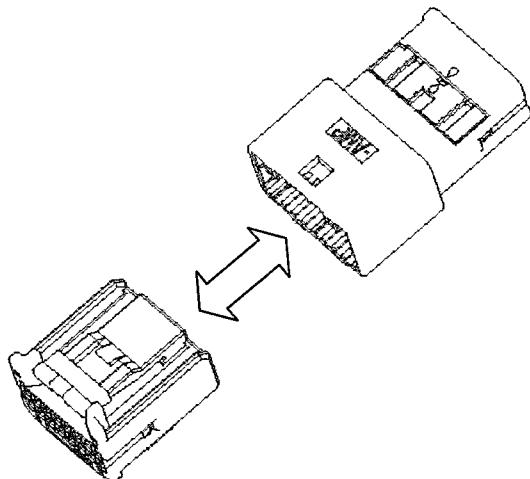

Fig. 15
(2) 次に、端子の変形・変色・傷・錆、ハウジングの変形・割れ・欠損・変色等の異常がないか確認して下さい。
(3) 指定のオス・メス・ハウジングをFig. 15の様な向きにまっすぐ挿入して下さい。